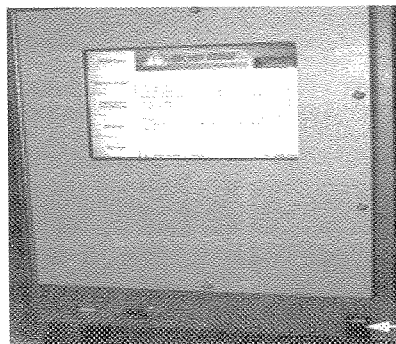
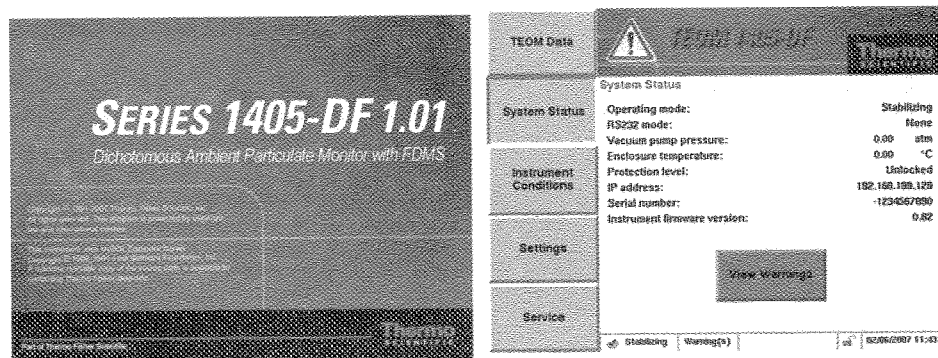

图 2-34 TEOM 系统前面板电源开关
图 2-35 系统开机后界面
(2)按下控制单元(图 2-34)前面板上的电源开关。仪器将开始常规启动。稍后,标题界面(图 2-35 左图)将出现在控制单元的显示屏上,然后出现 TEOM 数据屏。TEOM 数据界面将显示一条警告信息,由于流速和温度超出容许范围(图 2-35 右图)。启动后的最初 30 分钟内将一直持续,发出警告这期间仪器处于预热阶段。当流速和温度达到容许范围后,状态警告图标自动消失。仪器将等到流速和温度